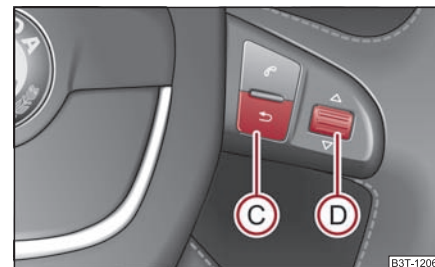

Abb. 28 Informationsdisplay: Bedienelemente am Multifunktionslenkrad
- **MAIN MENU (HAUPTMENÜ)** aktivieren Sie durch Drücken der Taste **(C)** ⇒ Abb. 28 länger als 1 Sekunde.